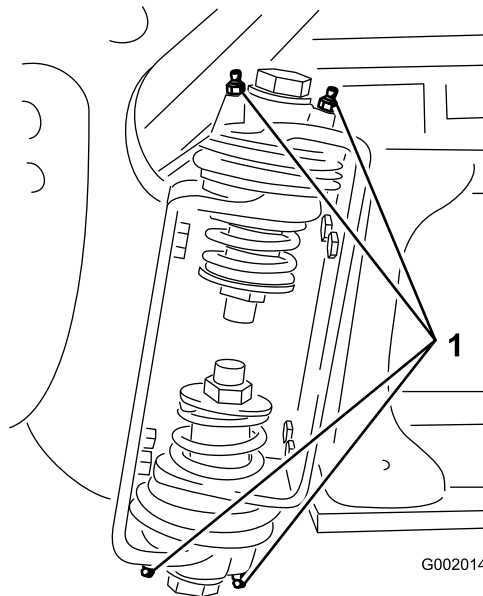

Figura 38
2. Bombeie graxa no rolamento ou bucha em cada graxeira (Figura 38).